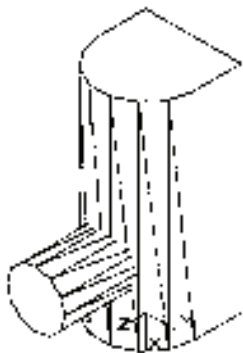

图 10-129 创建圆柱体
3) 单击“建模”工具栏中的“圆柱体”按钮 ，以坐标点 (-35,0,0) 为圆点，绘制半径为“15”，高为“58”的圆柱体。结果如图 10-129 所示。